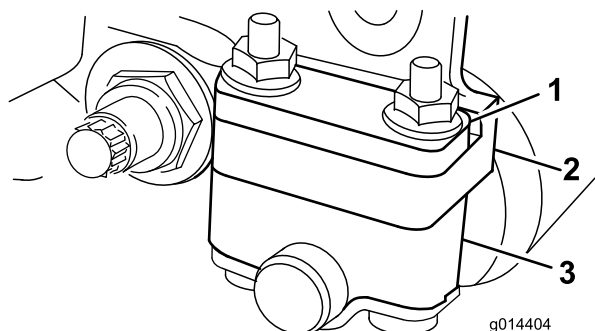
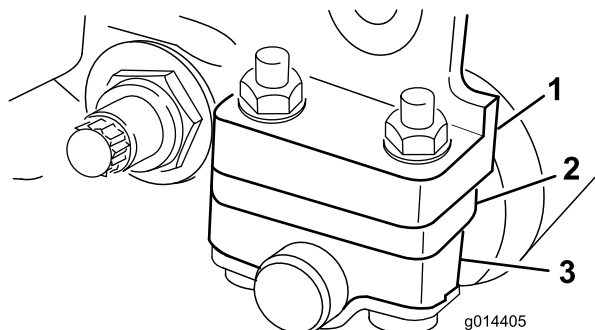

Рисунок 6
Рисунок 7
В зависимости от нужной высоты скашивания вам следует отрегулировать кронштейны заднего ролика (Рисунок 6 или Рисунок 7) в нижнее или высокое положение:
настройки высоты скашивания находятся в диапазоне от 1/16 до 1/4 дюйма (Рисунок 6).
- Установите разделитель под монтажным фланцем боковой пластины, когда настройки высоты скашивания находятся в диапазоне от 1/8 до 1 дюйма (Рисунок 7).
4. Установите разделители на винты над или под кронштейном ролика, в соответствии с требуемым положением (Рисунок 6 или Рисунок 7).